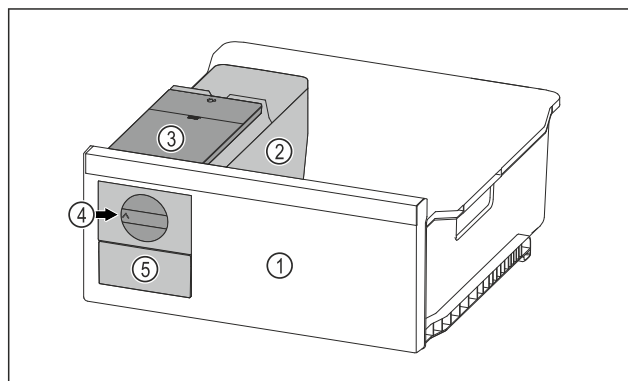

Fig. 32 Примерное изображение
- ▶ Поверните поворотную кнопку Fig. 32 (4) по часовой стрелке до упора.
- ▷ Кубики льда упадут из ванночки для кубиков льда в выдвижной ящик для кубиков льда Fig. 32 (5). Если не все кубики льда извлекаются из ванночки для кубиков льда: